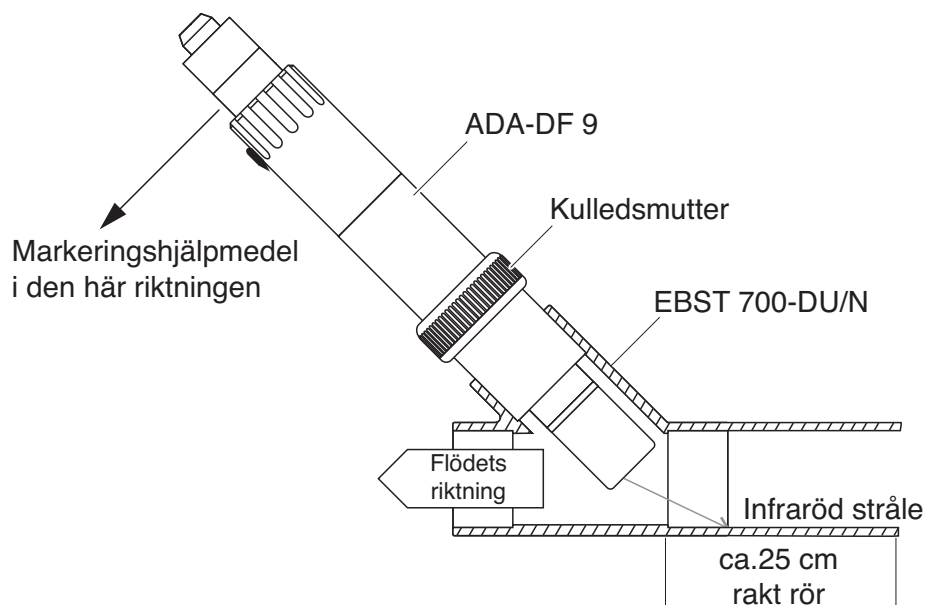

Fig. 3-5 Givare för totala suspenderade fasta partiklar i röret med EBST 700-DU/N genomströmningsadapter
Fig. 3-5 visar installation av genomströmningsadaptern EBST 700-DU/N i en rak rörledning (DN 50). Den infraröda strålen pekar i motsatt riktning mot flödesriktningen. Märkningen på givaren pekar mot rörledningen (se Fig. 3-5).
- 3 Montera givaren i genomströmningsadaptorn med hjälp av ADA-DF 9-adaptorn (se bruksanvisningen för adaptorn). För att säkerställa korrekt placering lossar du kopplingsringen på EBST 700-DU/N något och riktar in märkningshjälpmedlet enligt Fig. 3-5. Dra sedan åt kopplingsringen.